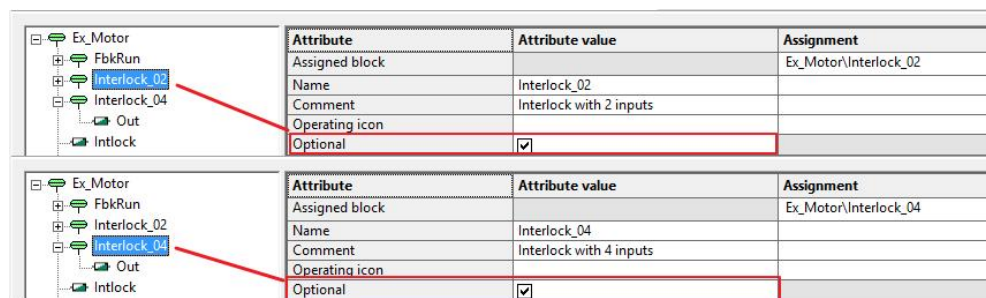

图 2-20 激活可选功能
- 打开 M002，变体中根据实际需要选择所需的 Interlock 块。此处假设选择 Interlock\_04。如图 2-20 所示。